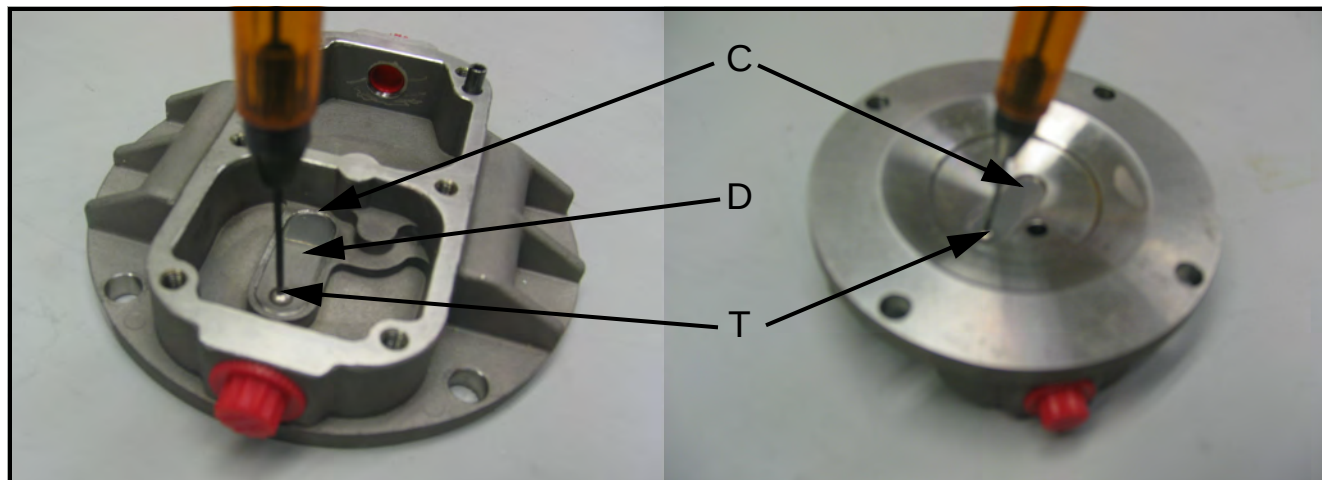

Figura 75: Remover as válvulas de chapeleta e parada de válvula
6. As chapeletas de válvula (veja Figura 75, com a etiqueta C) e parada de válvula (veja Figura 75, com a etiqueta D) podem ser removidas desaparafusando-se os dois parafusos Allen de 1/16 pol. usando uma chave Allen de 1/16 pol. (veja Figura 75, rótulo E).